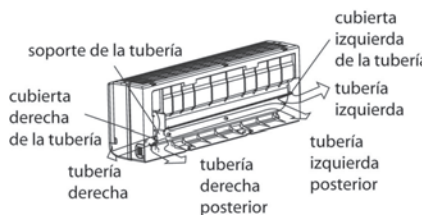

Ilustración 7
1. Para instalar la tubería con salida a la izquierda o la derecha, quite la cubierta de la tubería del panel lateral. Esta se debe guardar ya que puede ser utilizada cuando vuelva a instalar el acondicionador de aire en otro lugar. (Ilustración 7)